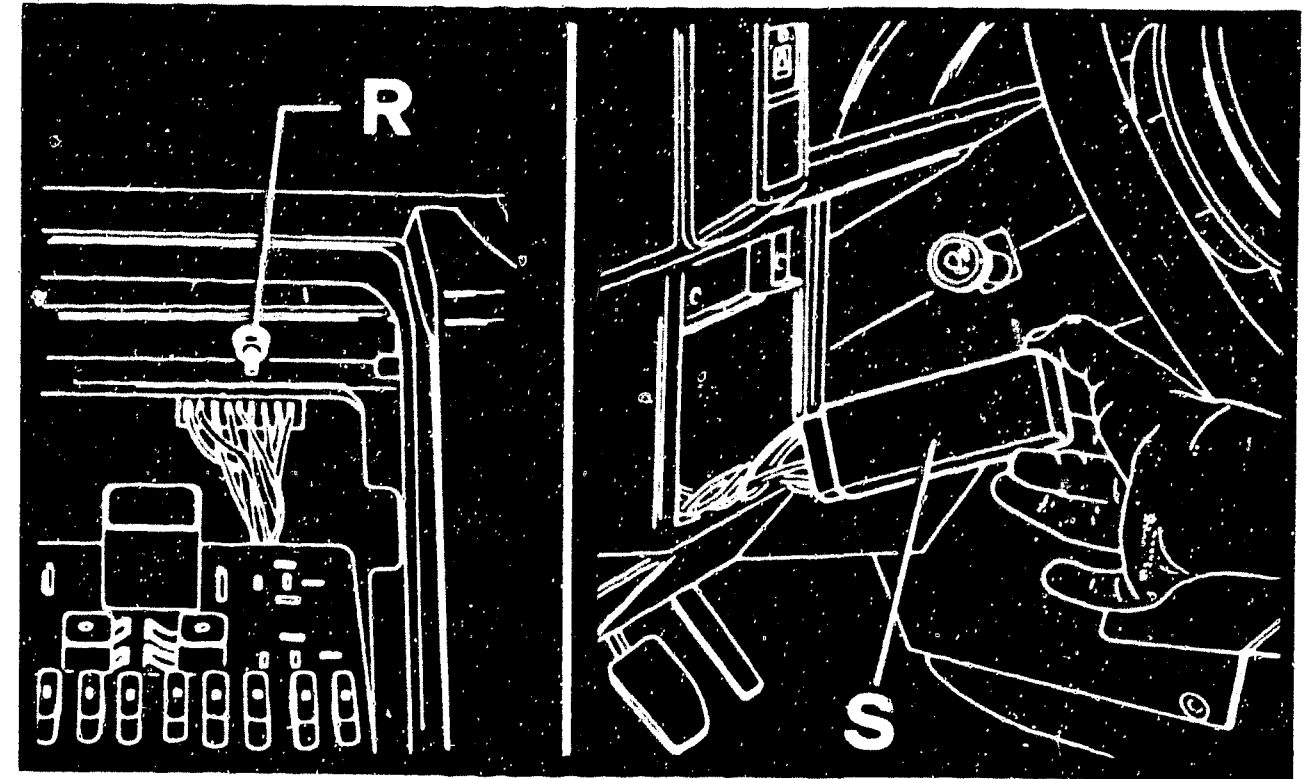

Bild 56 Das Steuergerät (S) der Zentraltürverriegelung ist mit der Schraube R befestigt, die sich vom Sicherungskasten aus lösen lässt.
- e) Das **Steuergerät der Zentraltürverriegelung** ist im Armaturenbrett, oberhalb des Sicherungskastens, eingebaut (Bild 56).
Das Steuergerät der Türverriegelung ist im Armaturenbrett oberhalb des Sicherungskastens eingebaut. Ausgebaut wird es durch das danebenliegende Ablagefach (Bild 56).